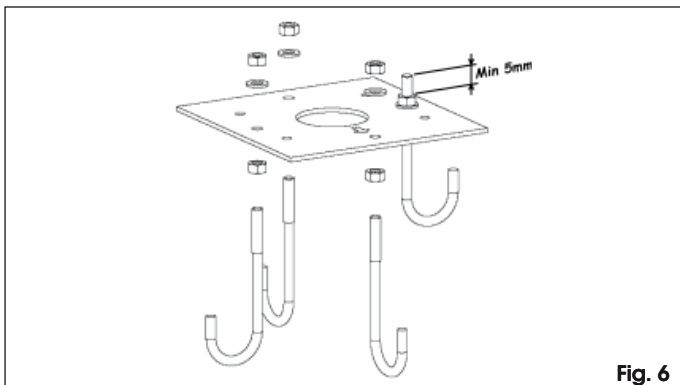

Fig. 6
1. Assembleer de funderingsplaat zoals aangegeven in Fig. 6.